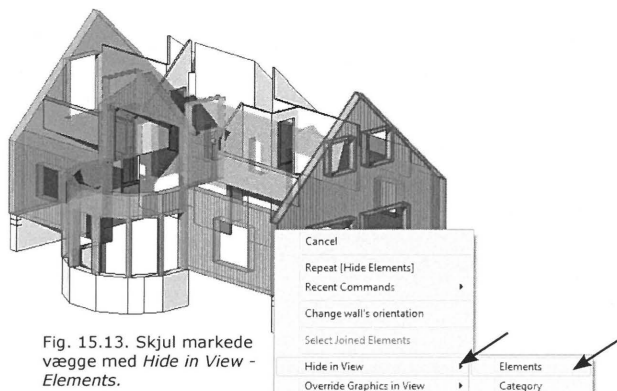

Fig. 15.13. Skjul markede vægge med *Hide in View - Elements*.
- Nu vil alle ydervægge være markeret. Højreklik på et markeret område og vælg *Hide in View - Elements* (Fig. 15.13).